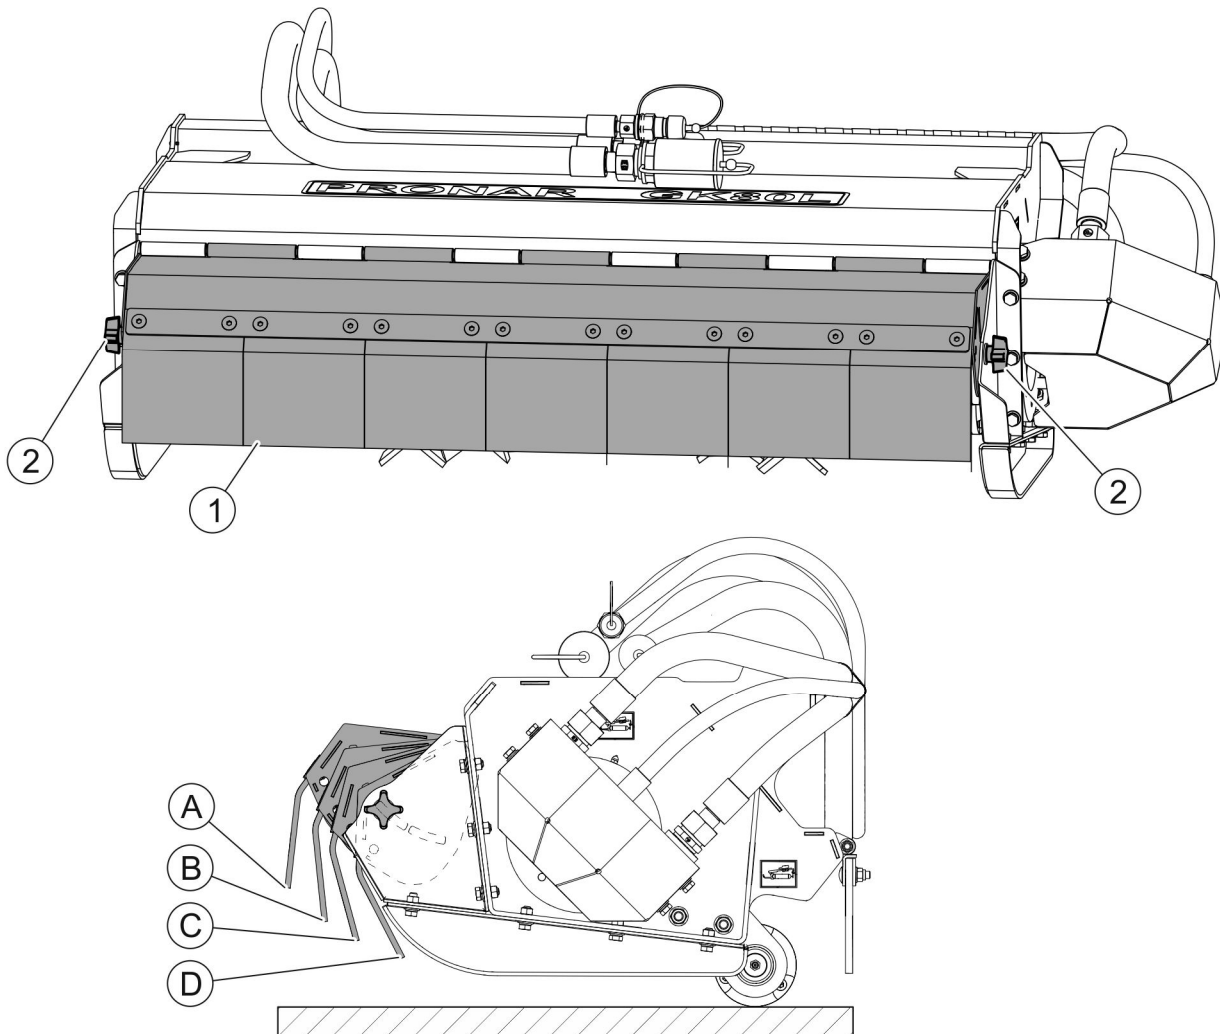

РИСУНОК 4.5 Встановлення висоти скошування косарки.
Під час зміни висоти скошування, рекомендується одночасно змінювати нахил переднього кожуха (1) (РИСУНОК 4.5).
(1)- передній кожух; (2)- ручки-зірочки; (A), (B), (C), (D) - положення нахилу переднього кожуха.
Обов'язково розташовуємо передній кожух так, щоб зрізаний матеріал міг потрапити під кожух і в той же час запобігти викиданню зрізаного матеріалу повз кожух. Щоб відрегулювати нахил переднього кожуха, необхідно послабити ручки-зірочки (2) з обох боків переднього кожуха, а потім змінити нахил кожуха (1) так, щоб отримати оптимальну відстань від гумових елементів кожуха до поверхні (РИСУНОК 4.5). Встановивши необхідний нахил кожуха, необхідно закріпити його, затягнувши ручки-зірочки (2).